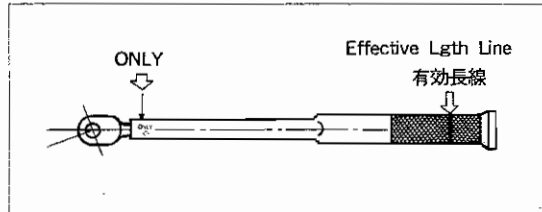

図 2
- 8 有効長線上を握ってトルクをかける。有効長線を握らないと正しいトルク値が得られません。(図2)